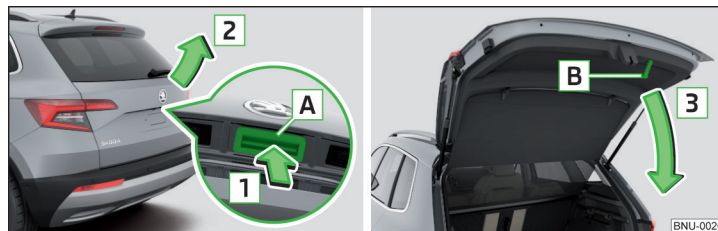

Fig. 53 Abrir/cerrar la tapa del maletero
- ▶ Para **abrir** la tecla **A** presionar en el sentido de la flecha **1** » fig. 53.
Se desactiva la tecla **A** » fig. 53 cuando se arranca o a partir de una velocidad de más de 5 km/h. Después de parar el vehículo y abrir una puerta se volverá a activar la tecla.